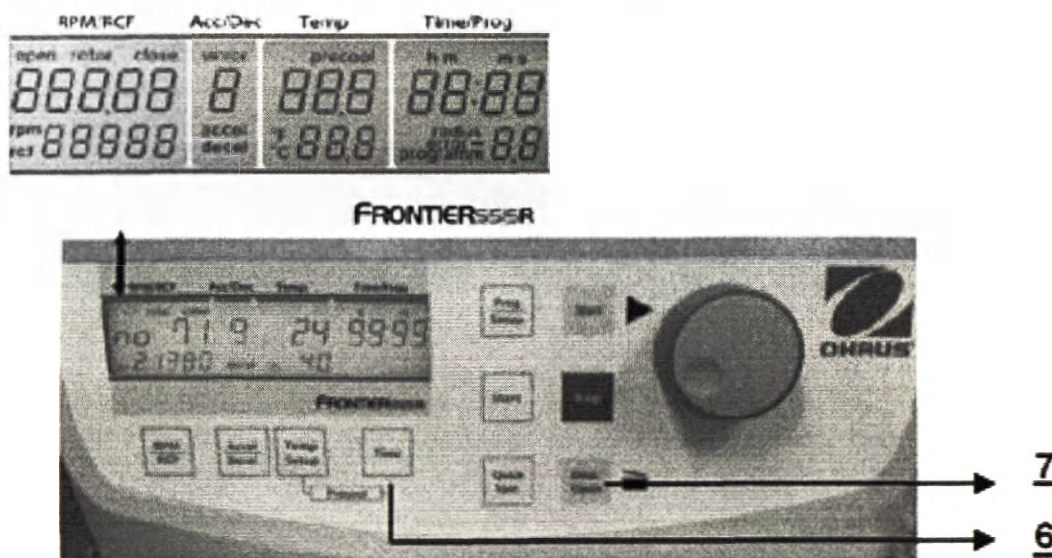

Рис. 30
Выключите центрифугу, нажмите кнопки **Time** (6) и **Door Open** (7) и, удерживая их, снова включите центрифугу. После отпускания кнопок в течение приблизительно 5 секунд будет выполнена проверка экрана. На время проверки на экране зажигаются все сегменты и индикаторы (см. рис. 30).